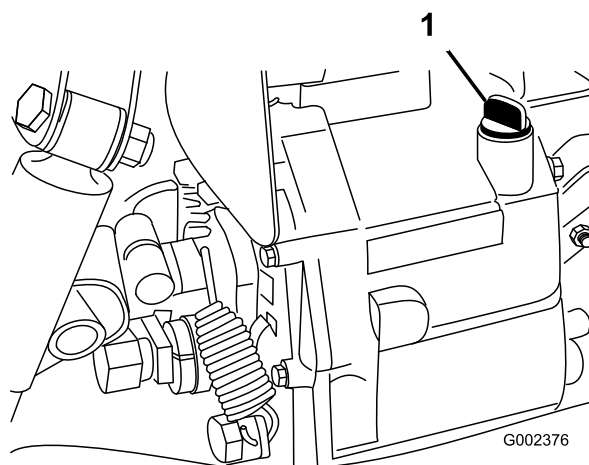

Figura 66
4. Pulite attorno all'asta di livello (Figura 66).